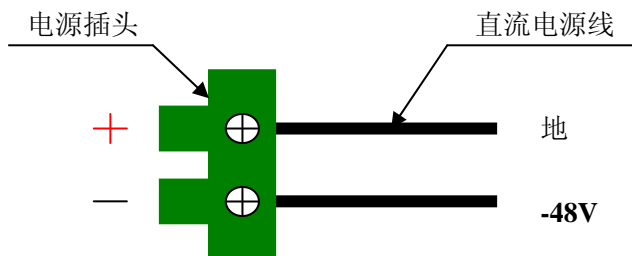

图 6-2: 电源插头接线示意图
- a) 建议采用工业电源+蓄电池浮充供电，电压波动应在工作条件范围内。用户提供-48V 直流电源时，使用备附件中的电源连接插头连接电源线。注意连接时按电源插头上标注的“+”和“-”接线，“+”表示接“地”，“-”表示接“-48”电源，不可接反（见图 6-2 所示）。安装须保证牢固且无短路。